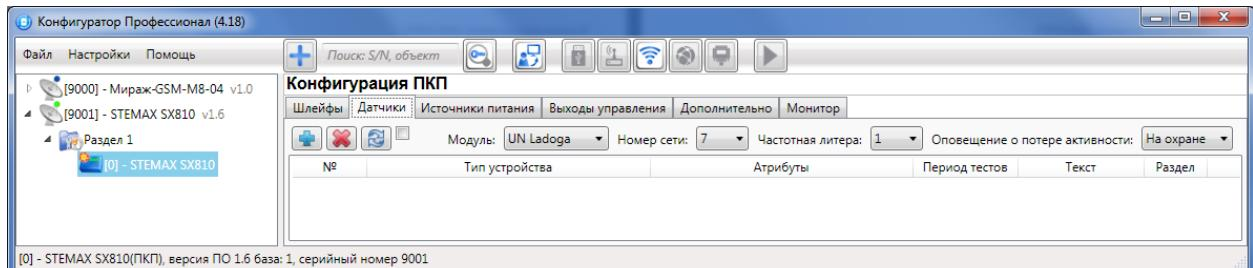

Рис. 9.9. Вкладка датчики (основные параметры радиосистемы *Ладога-РК*)
4. В верхней части вкладки *Датчики* (Рис. 9.9) осуществляется выбор радиосистемы с помощью раскрывающегося списка *Модуль*. В списке выберите модуль UN Ladoga и дождитесь, пока программа *Конфигуратор Профессионал* запишет модуль расширения в конфигурацию контроллера.
Далее верхней части вкладки *Датчики* (Рис. 9.9) задайте следующие параметры радиосистемы *Ладога-РК*:
1. На вкладке *Датчики* нажмите кнопку (см. Рис. 9.9).